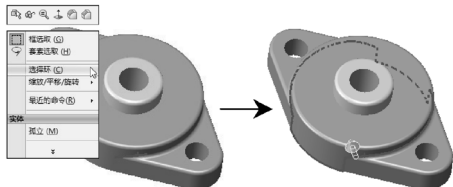

图 1-14 “选择环”操作
- **选择环：**右键单击当前选中的对象，在弹出的快捷菜单中选择“选择环”菜单项，可选择与当前对象相连边线的环组，如图 1-14 所示。